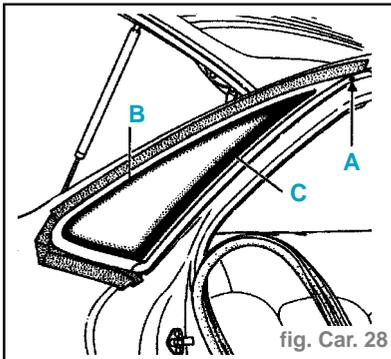

fig. Car. 28
- Ôter la vis (A) (fig. Car. 28).
- Pour la découpe à l'aide de l'outil **Fein**, employer une lame n°143 réglage pour la partie B, et une lame n°125 pour la partie C. (fig. Car. 28)